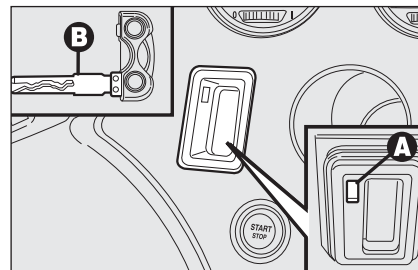

fig. 1
- insérer la tige métallique **B-fig. 1** de la clé électronique dans la fente **A**;
ATTENTION Ne pas insérer dans la fente **A-fig. 1** des objets différents de la tige métallique **B** de la clé électronique.